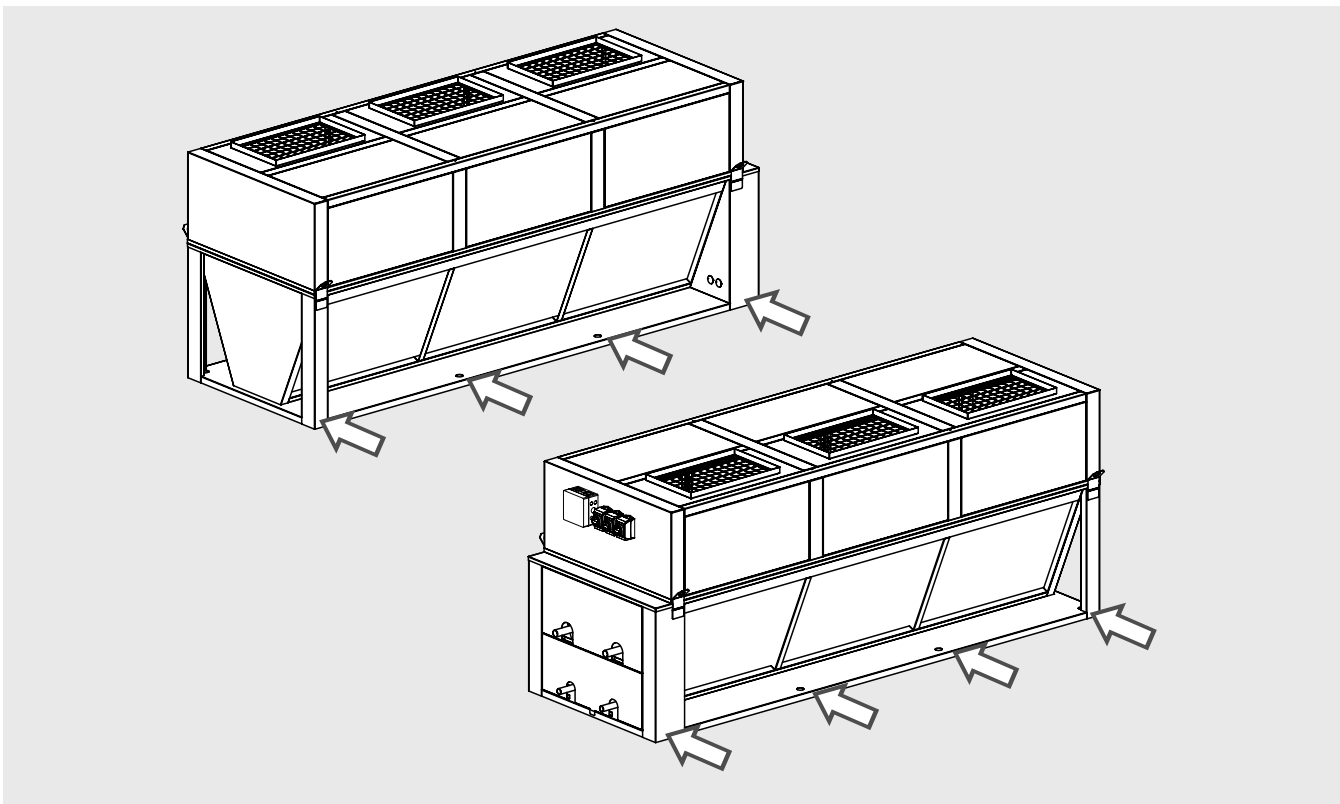

Abbildung 4
- 6.4 Das Gerät muss fest mit dem Untergrund verankert sein, nutzen Sie alle Befestigungspunkte (siehe "Abbildung 4").